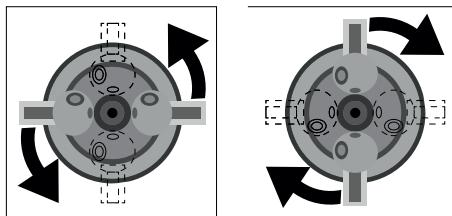

Рис. 4
9. При пробной окраске определите необходимую скорость ведения распылителя для равномерной окраски и расход материала, во избежание, при большой скорости и недостаточном расходе, неравномерного покрытия; а при низкой скорости и избыточном расходе - потеков материала. Регулировка расхода материала осуществляется вращением регулятора (2).
**ВНИМАНИЕ!** Во избежание повреждения изделия, поворот сопел осуществляйте в след. направлениях (Рис. 4):